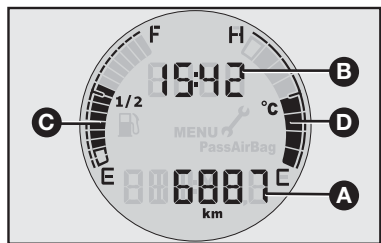

fig. 34
INFORMAÇÕES NO DISPLAY - fig. 34
- Relógio (B-fig. 34).
- Hodômetro total (A-fig. 34).
- Indicação do nível de combustível (C-fig. 34).
- Indicação da temperatura do líquido de arrefecimento do motor - D-fig. 34.